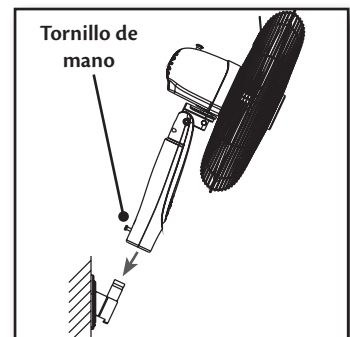

Figura 13.
1. Coloque el adaptador para montaje en pared (11) contra la pared donde quiere instalar el ventilador.
2. Nivle el adaptador para montaje en pared (11) para lograr una buena apariencia.
5. Alínee los agujeros en el adaptador para montaje en pared (11) con los agujeros e inserte los 2 tornillos para montaje en pared y apriete bien.
7. Inserte el eje del adaptador para montaje en pared (11) en el conjunto del ventilador. **Figura 13.**